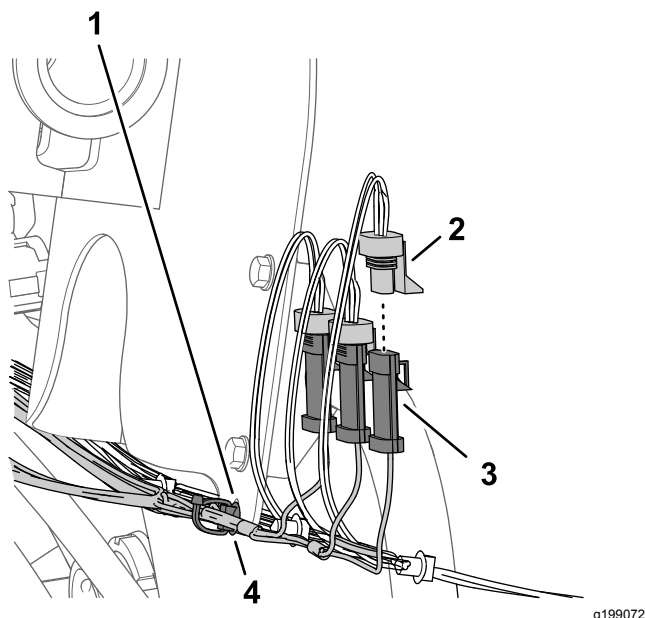

図 84
1. 89cm の枝線についている 3 ピンコネクタLEFT SPRAYというラベルがついているものを車両のワイヤハーネスのLEFT SPRAY VALVEというラベルがついている 3 ソケットコネクタに接続する 図 84。
2. キットの枝線についている 3 ピンコネクタCENTER SPRAYというラベルがついているものを車両のワイヤハーネスのCENTER SPRAY VALVEというラベルがついている 3 ソケットコネクタに接続する 図 84。
3. キットの枝線についている 3 ピンコネクタRIGHT SPRAYというラベルがついているものを車両のワイヤハーネスのRIGHT SPRAY VALVEというラベルがついている 3 ソケットコネクタに接続する 図 84。
4. キットの枝線の押し込み型ファスナを、フローメータのブラケットのフランジについている穴に差し込む 図 84。